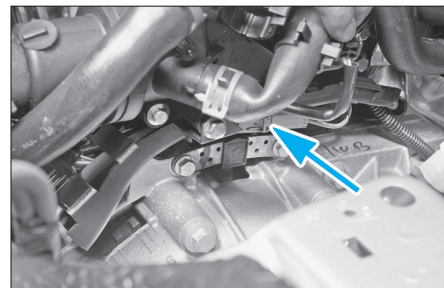

FIG. 6
- le capteur de régime et de position vilebrequin (Fig.6).